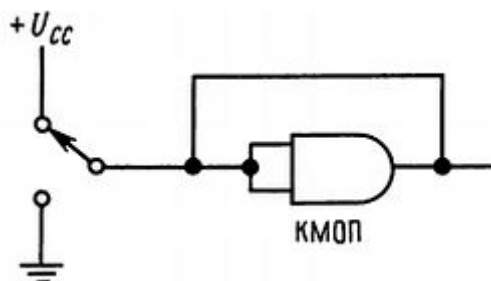

Рис. 9.10. Схема защиты от дребезга (неинвертирующий вентиль с обратной связью).
5. Примените схему, показанную на рис. 9.10, используя либо неинвертирующий вентиль, либо